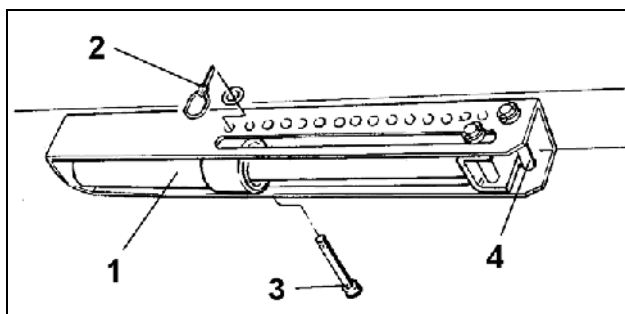

Fig. 87
Luk hydraulikcylinderen (Fig. 87/1) ved hjælp af en enkeltvirkende styreventil på traktoren (se Kap.8.2). Styreventilen må kun betjenes fra førerkabinen.
To bolte (Fig. 87/3 og Fig. 87/4) sidder som stop for hydraulikcylinderen (Fig. 87/1) i indstillingsrammen. Hydraulikcylinderens stop går imod bolten (Fig. 87/3), når der ikke er tryk på cylinderen, og går mod bolten (Fig. 87/4), når der er tryk på hydraulikcylinderen.
- Hydraulikcylinderen (Fig. 87/1) sættes under tryk
- Bolten (Fig. 87/3) sættes i et hul i hulskinnen og sikres med en ringsplit (Fig. 87/2).